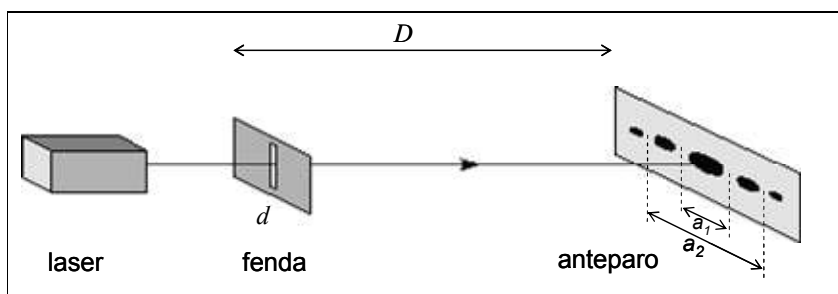

Figura B1. Arranjo experimental para medir a difração de fenda simples.
Usaremos uma fonte de luz laser construída com um pequeno tubo de vidro capilar contendo uma mistura gasosa de 85% He e 15% Ne que emite luz com $\lambda_{\text{Laser HeNe}} = 0,6328 \mu\text{m}$. O arranjo é montado sobre a mesa com o laser iluminando a fenda e um anteparo longe da fenda, como mostra a Figura B1. **Cuidado para não olhar diretamente para o laser nem permita que reflexões de luz (nas fendas) possam ser vistas por você ou seus colegas.** Uma maneira de verificar se a fenda foi colocada perpendicularmente ao laser é observar sua reflexão na direção da própria fonte.
1.1. Solicite uma lâmina com fendas. A lâmina foi feita evaporando uma fina camada de metal sobre uma lâmina de vidro através de várias máscaras de fenda (**A lâmina é delicada. Não toque as superfícies. Peque-a pelas bordas**). Escolha uma das fendas simples na lâmina, anote o tamanho nominal da fenda (d_{nominal}). Você deve observar uma imagem parecida com a da Figura B1. Alinhe a fenda para observar pelo menos os mínimos de terceira ordem. Complete o **Quadro 1**: